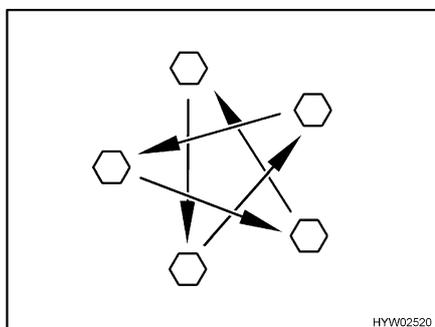

Fig. 87 Serrare a croce i dadi o i bulloni delle ruote
- Controllare regolarmente il serraggio dei dadi o dei bulloni. Regolare a croce (Fig. 87) il serraggio dei dadi o dei bulloni di una ruota sostituita dopo circa 50 km.